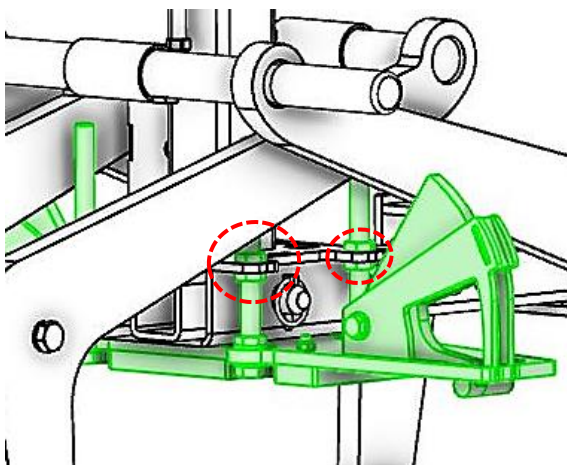
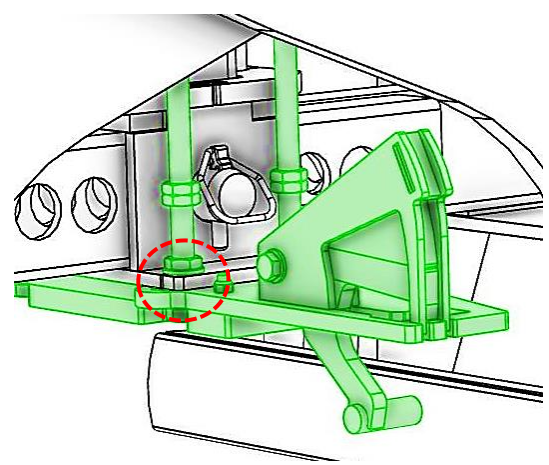

Abb. 4
Abb. 5
- Je nach Gerätetyp müssen die oberen Muttern an den Schrauben entfernt werden, um den SAFETY-INDICATOR entsprechend zu montieren (Abb. 4/ Abb. 5)